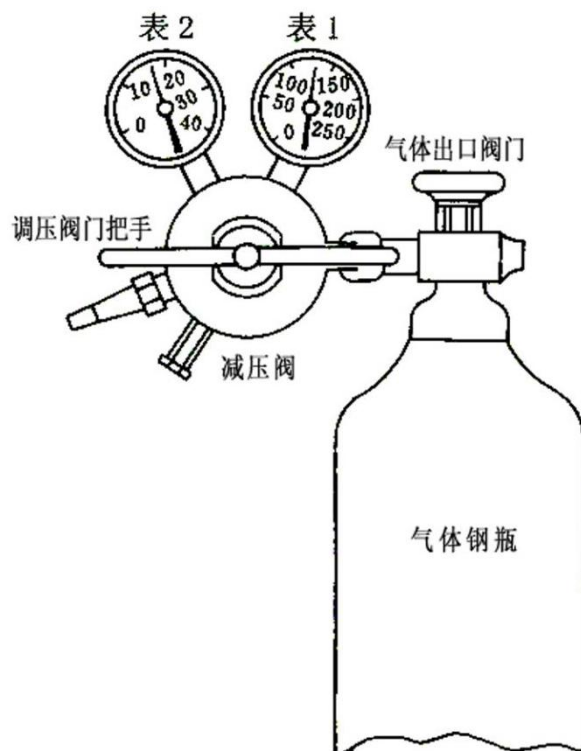

图 2-5 气压表与钢瓶
(2) 钢瓶应存放阴凉、干燥、远离高温热源处。按规定钢瓶应定期进行压力、气密性测试等安全检查。
(3) 严禁油或其他易燃有机物沾染氧气钢瓶。如有油沾染，应当用四氯化碳清洗。
(4) 开启钢瓶阀门，严禁阀门口对准人，以防止高压气体突然冲出伤人。
(5) 不要将钢瓶内的气体完全用尽，要留下一些气体，防止外界空气进入钢瓶。
(6) 原则上有毒气体（如氯气等）和易燃气体（如氢气等）钢瓶应单独存放。
(7) 不同气体的气压表一般不能混用。如可燃性气体（如  $H_2$ 、 $C_2H_2$  等）的钢瓶气门螺纹是反扣的。而不燃性或助燃气体（如  $N_2$ 、 $O_2$ ）的钢瓶是正扣的。气压表的结构如下图 2-5 所示：